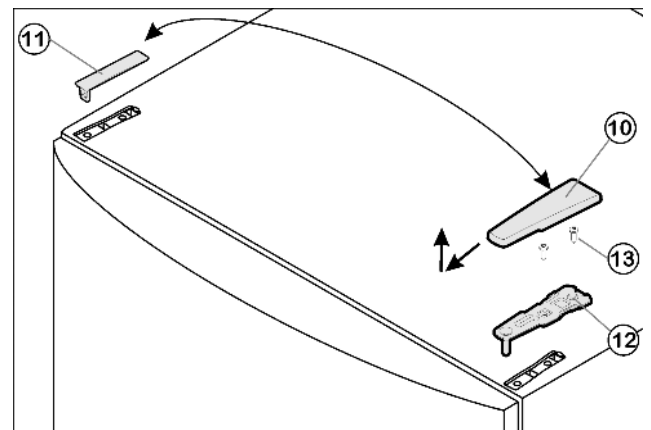

Fig. 4
▶ Відведіть кришку Fig. 4 (10) вперед і вгору.
▶ Зніміть кришку Fig. 4 (11).
▶ Викрутіть верхній опорний кронштейн Fig. 4 (12) (2 шт. Torx® 25) Fig. 4 (13) і відведіть вгору.
- ▶ Встановіть верхній опорний кронштейн *Fig. 4 (12)* в дверцята на новий бік шарніра.
- ▶ Пригвинтіть верхній опорний кронштейн *Fig. 4 (12)* (з моментом 4 Нм) гвинтами (2 шт. Torx® 25) *Fig. 4 (13)*. Попередньо зробіть отвори для гвинтів або використовуйте викрутку з акумулятором.
- ▶ Кришку *Fig. 4 (10)* та кришку *Fig. 4 (11)* зафіксуйте з протилежного боку.